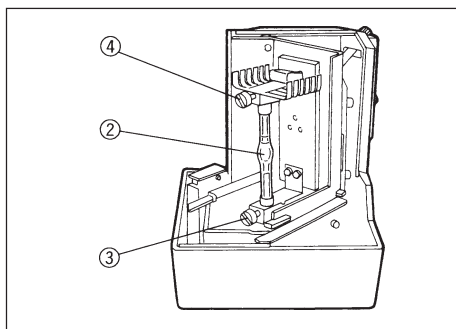

Fig. 2
2. Desserrer les vis de fixation de la lampe à mercure ③ et ④, (Fig. 2) et détacher l'entretoise de transport. (Remplacement de la lampe: enlever la lampe usagée).
3. Introduire le pôle "+" de la lampe à mercure ② dans l'électrode "+" et serrer la vis de fixation ③. Puis desserrer la vis de fixation "-" ④, (marquée UP). Introduire le pôle "-" de la lampe dans l'électrode "-" et serrer la vis de fixation "-" ④. (Fig.2)